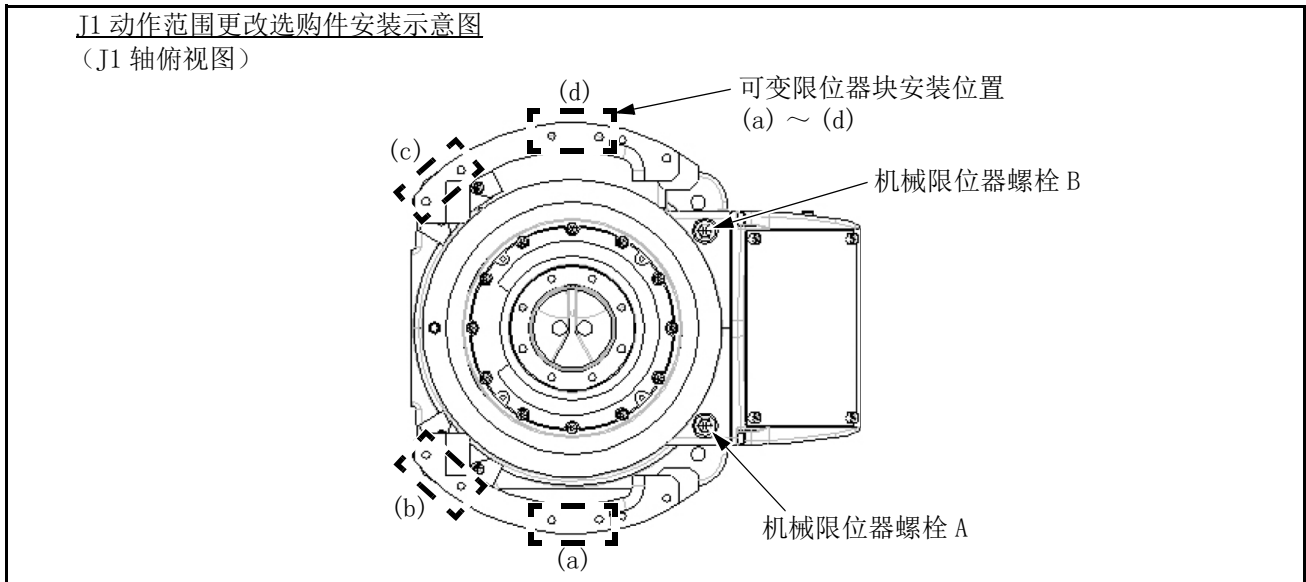

图 3-3: J1 轴动作范围变更选购件安装示意图 (RV-4FR/7FR 系列)
注 1) 表中的符号：“(a)” ~ “(d)” 与图 3-3 J1 轴动作范围变更选购件安装示意图（RV-4FR/7FR 系列）中的符号一致。
注 1) 表中的符号：表中的符号：“(a)” ~ “(d)” 与图 3-3 J1 轴动作范围变更选购件安装示意图（RV-4FR/7FR 系列）中的符号一致。
- 4) 安装机械限位器螺栓 A 和 B。请参照表 3-8 或表 3-9 及图 3-3 安装所需的螺栓。